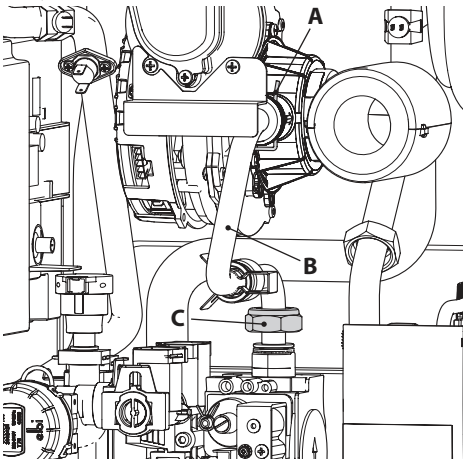

Figura 8.1
- Quite la horquilla **A**, desenrosque la tuerca loca **C** y extraiga el tubo del gas **B** (Figura 8.1).
Atención: para el reensamblaje realice las operaciones efectuadas en orden inverso, asegurándose de no estropear la junta tórica del tubo de gas al introducir el tubo en el mezclador aire/gas, y realice la prueba de estanqueidad del gas tras haber apretado la tuerca loca del tubo de gas (Figura 8.1).